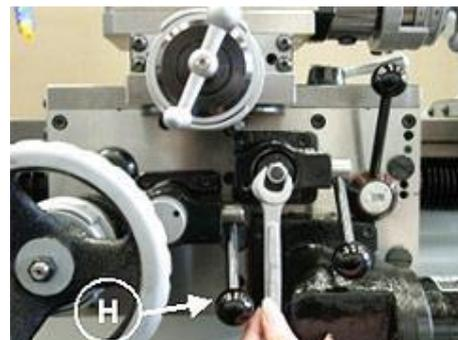

Рис.29 Муфта суппорта
2. Когда станок контактирует с упором ограничителя подачи, происходит проскальзывание сцепления. Муфта включается подъемом рукоятки «H» (Рис.29) приблизительно на 20 градусов выше горизонтали, опускание рукоятки «H» (Рис.29) вниз отключит сцепление. Когда винт автоподдачи суппорта включен для нарезания резьбы, подача муфты механически блокируется (не может быть включена). Это предохраняет станок от повреждения. Отрегулируйте муфту как показано на Рис.29.